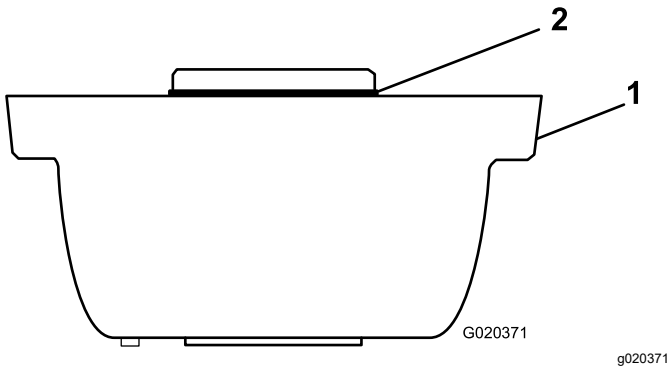

Figura 3
1. Asegúrese de que la junta tórica está colocada en el alojamiento del cepillo del rodillo (Figura 3).